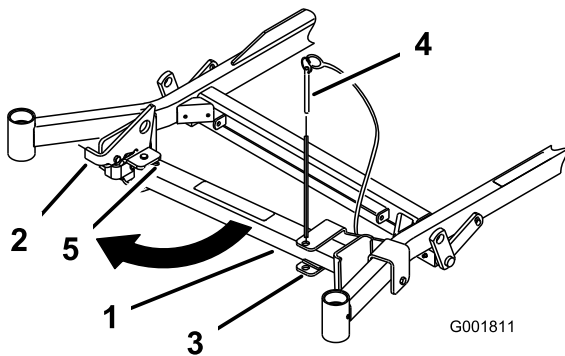
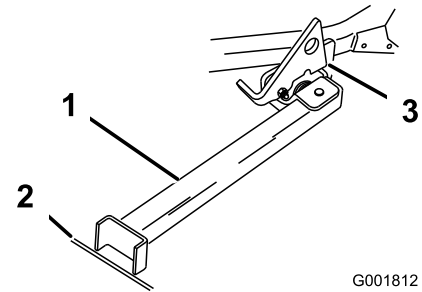

Figure 34
Figure 35
2. Retirez la goupille du support (Figure 34).
3. Soulevez le verrou. Dépliez le pied du support et poussez le support vers la machine en l'engageant dans le bas de la fente (Figure 34 et Figure 35).
6. Posez le pied du support sur le sol et appuyez le verrou sur la languette de pivot (Figure 35).
Remarque: Pour obtenir des résultats optimaux, placez le pied du support dans des fissures du trottoir ou dans la pelouse (Figure 35).
8. Montez la machine sur le support. Arrêtez-vous quand le verrou retombe sur la languette en position VERROUILLÉE (Figure 35). Une fois la machine en place sur le support, serrez le frein de stationnement et coupez le moteur.
- Ramenez le support à sa position de REPOS (Figure 34).